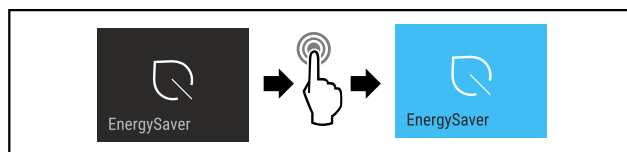

Fig. 15
- ▶ Stappen (zie Fig. 15) uitvoeren.